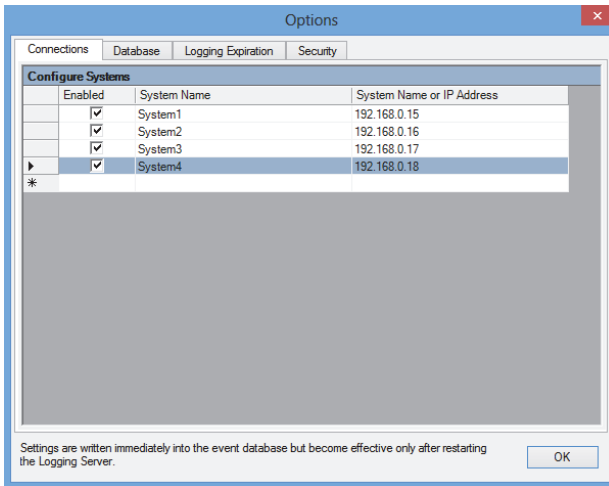

abbildung 58.9: System löschen (1)
- 1 Klicken Sie auf das Feld vor der Zeile, in der das System aufgelistet wird. Beispiel: *System 4* (siehe abbildung 58.9).